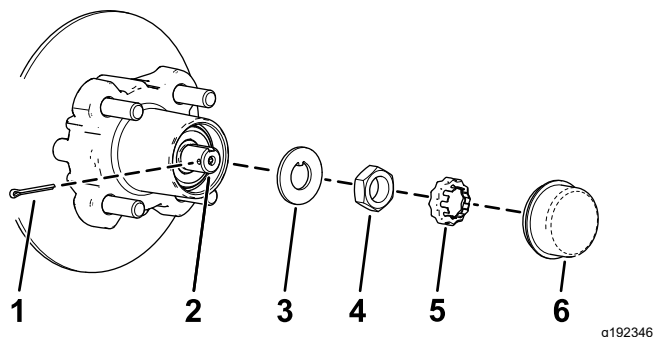
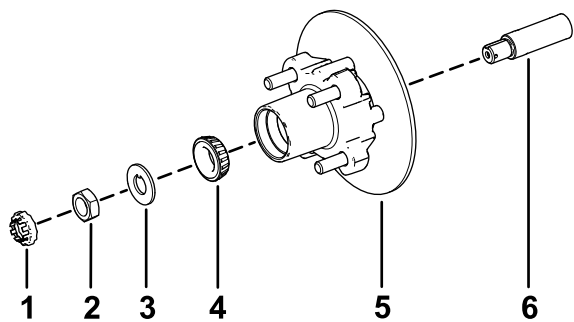

**Figura 36**
Figura 40
3. Togliete i bulloni a testa flangiata ( $\frac{3}{8}$ " x  $\frac{3}{4}$ " ) che fissano la staffa del gruppo del freno al mandrino e separate il freno dal mandrino (Figura 36).
1. Lubrificate leggermente il mandrino con il grasso specificato (Figura 40).
2. Montate il mozzo e il rotore sul mandrino con il rotore verso l'interno (Figura 40).
3. Montate il cuscinetto esterno sul mandrino e inserite il cuscinetto sull'anello esterno (Figura 40).
4. Montate la rondella di sicurezza sul mandrino (Figura 40).
5. Avvitare il dado del mandrino sul mandrino e serrare il dado a 15 N·m mentre ruotate il mozzo per posizionare in sede il cuscinetto (Figura 40).
2. Allineate le pastiglie dei freni su ciascun lato del rotore (Figura 36) e i fori sulla staffa della pinza con i fori sul supporto del freno del telaio del mandrino (Figura 40).
3. Fissate la staffa del calibro al telaio del mandrino (Figura 36) utilizzando i 2 bulloni a testa flangiata ( $\frac{3}{8}$ " x  $\frac{3}{4}$ " ).